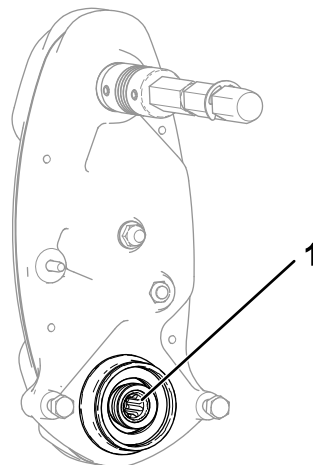

Figura 14
3. Verifique o interior do veio de transmissão do cilindro (**Figura 14**) para ver se existe qualquer resto de lubrificante.